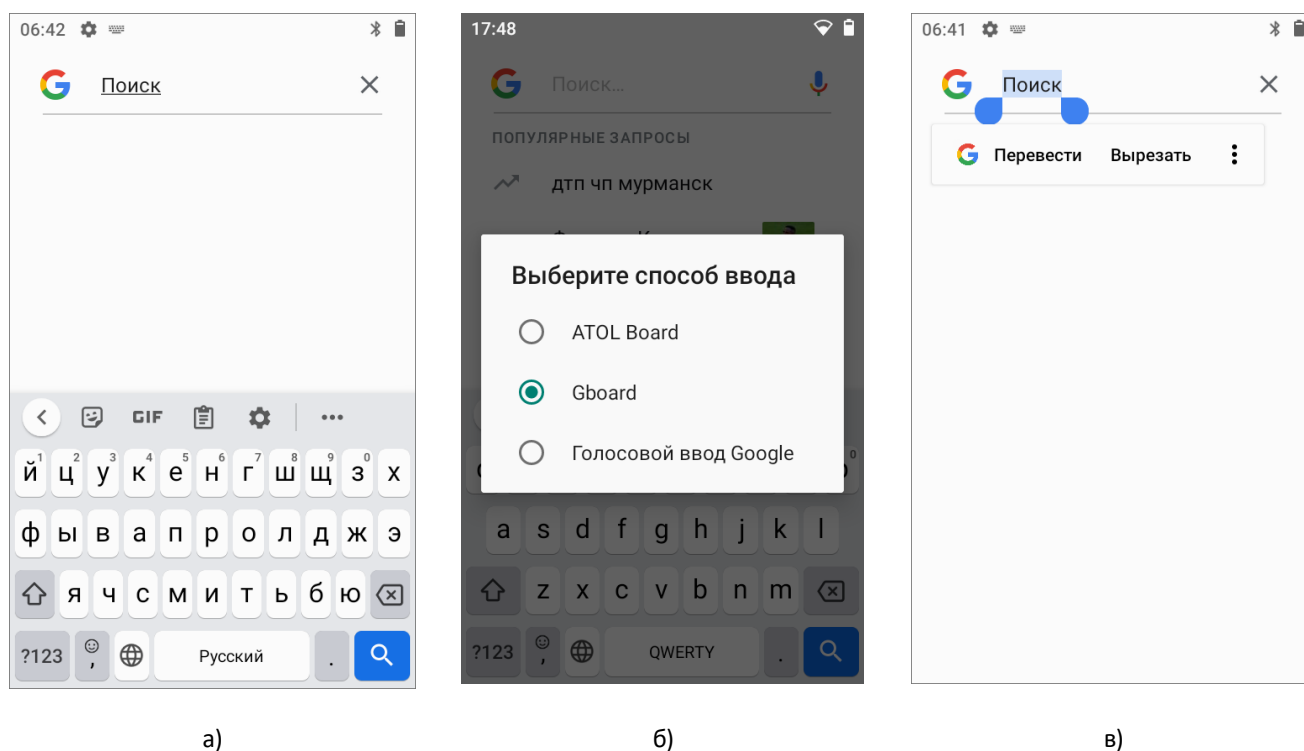

Рисунок 17. Ввод информации:
При нажатии на любое текстовое поле по умолчанию появляется экранная клавиатура (рисунок 17 а).
Переключение на ввод информации через физическую клавиатуру осуществляется через символ  в области уведомлений переключением на **ATOL Board** (рисунок 17 б).
2. Удерживаемый участок текста выделится, а на его границах появится два ограничителя (рисунок 17 в), нажав на которые можно свободно регулировать размер выделенной области текста.